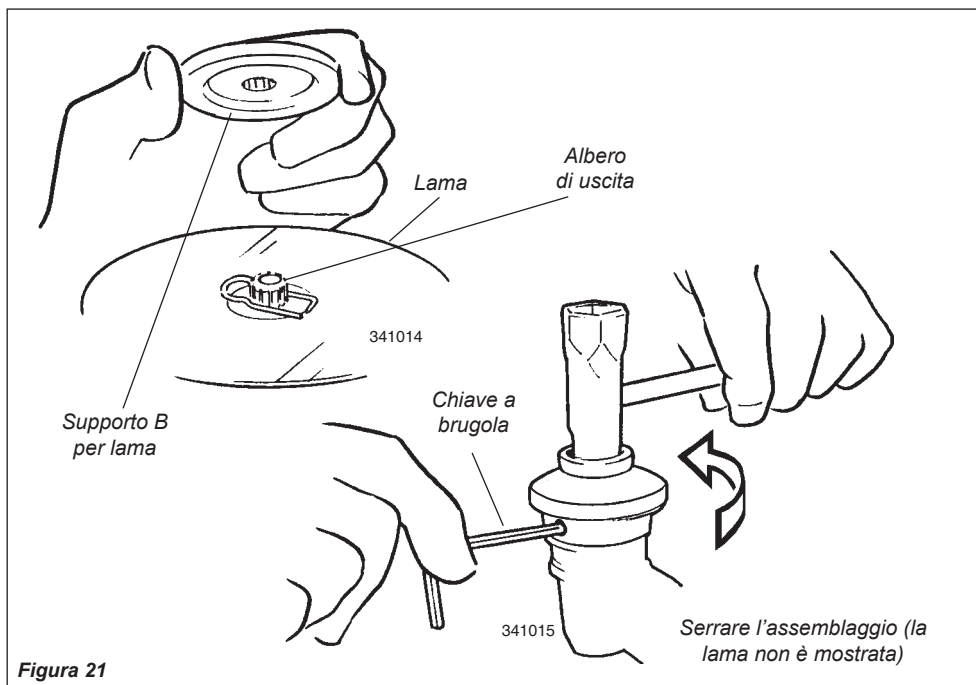

Figura 21
4. Bloccare la lama in posizione centrando la clip di sicurezza sull'albero di uscita. Vedere Figura 21.
5. Installare il supporto B per la lama sull'albero di uscita. Vedere Figura 21. La rientranza del supporto deve coprire completamente la clip di sicurezza e aderire alla lama.